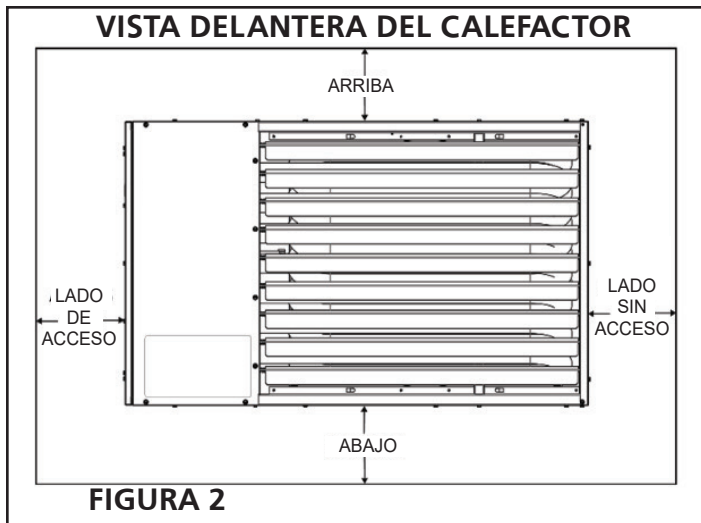

FIGURA 2
14. Mantenga los espacios libres/distancia mínima a los materiales combustibles y los espacios libres de servicio recomendados que se muestran en la Figura 2 y en la Tabla 3.